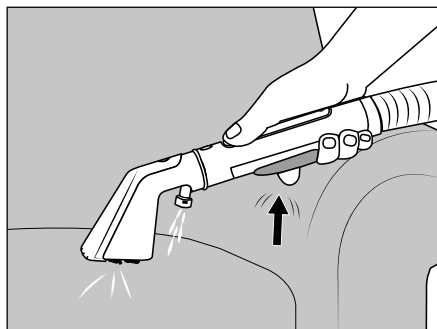

Fig. 6
(1) Sørg for ved brug af produktet, at sugeåbningerne **28/31** på polstermundstykket **22** eller fugemundstykket **29** ikke blokeres af omkringliggende, løse genstande, trævler, hår og lignende. Det kan medføre, at polstermundstykket **22** eller fugemundstykket **29**, beskadiges og ikke længere fungerer korrekt. (2) Se efter, om der sidder en etiket på tæppet med særlige plejeanvisninger fra producenten før rengøring af polstre/tæpper. Produktet er ikke egnet til sarte tekstiler (f.eks. silke, læder, flokati osv.). (3) Før anvendelse af rengøringsmidler (eddikerens og polsterrens) skal resultatet af rengøringen altid testes på et sted, man ikke kan se, for at sikre farveægtheden. (4) Produktet skal være monteret korrekt før brug, og brugsvandsbeholderen **2**  skal være fyldt. (5) Sluk for produktet, før du skifter polstermundstykket **22** ud med fugemundstykket **29** og omvendt. (6) Hvis beholderen til snavset vand **7**  er fuld, lukker svømmeren **6** sugeåbningen, og produktet kører med øget hastighed. Sluk øjeblikkeligt for produktet (se kapitlet **7.1. Rengøring af beholderen til snavset vand**).
- ♦ Hold polstermundstykket **22** 2-3 cm over området, der skal rengøres, og tryk på sprøjteknappen **20** for at sprøjte vand/rengøringsopløsning ud af sprøjtemundstykket **26** (se fig. 6).